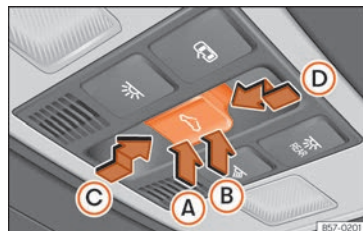

Abb. 93 Im Dachhimmel: Taste des Glasdachs.
Die Taste  **Abb. 93** hat zwei Stufen. In der ersten Stufe kann das Glasdach ausgestellt sowie ganz oder teilweise geöffnet oder geschlossen werden.
• *Glasdach*: 5 Sekunden ab der Aktivierung des Einklemmschutzes verstreichen, drücken Sie die Taste ⇄ »» Abb. 93 bis zur zweiten Stufe in Pfeilrichtung »» Abb. 93 ⓓ bis das Dach vollständig schließt.